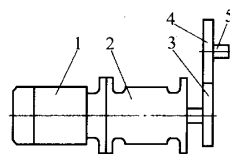

图 3
(2) 在交换齿轮箱外部安装减速器及变频调速电动机,通过两个相同的交换齿轮与进给箱连接(见图3)。